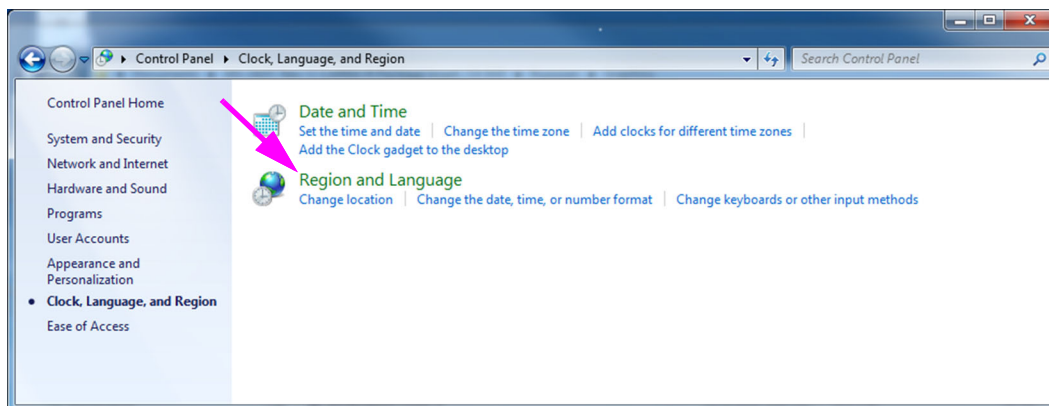

Figura C-2. Fereastra Ceas, limbă și regiune
4. Apare fereastra Ceas, limbă și regiune (Clock, Language, and Region) (consultați Figura C-2). Faceți clic pe **Regiune și limbă (Region and Language)**.